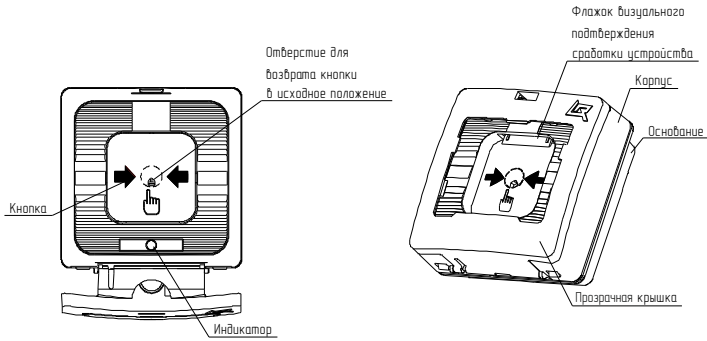

Рисунок 1
- б) нажатие на приводной элемент (кнопку) (Рисунок 1, раздел 6).
- 5.1 УДП представляют собой устройства, формирующие сообщение о событии при нажатии на кнопку. При этом формируется сообщение в виде скачкообразного уменьшения сопротивления в ШС до величины не более 500 Ом, сопровождающееся включением оптического индикатора и выпадением цветного флажка (Рисунок 1).
- Выпадающий цветной флажок является визуальным подтверждением нажатого состояния кнопки УДП (Рисунок 1). При возврате кнопки в исходное положение флажок занимает начальную позицию.